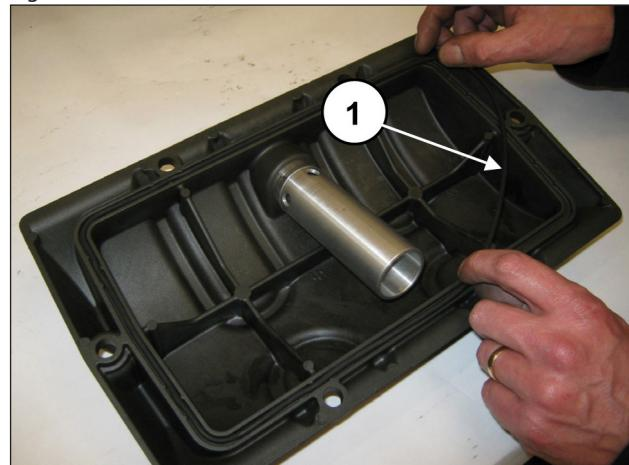
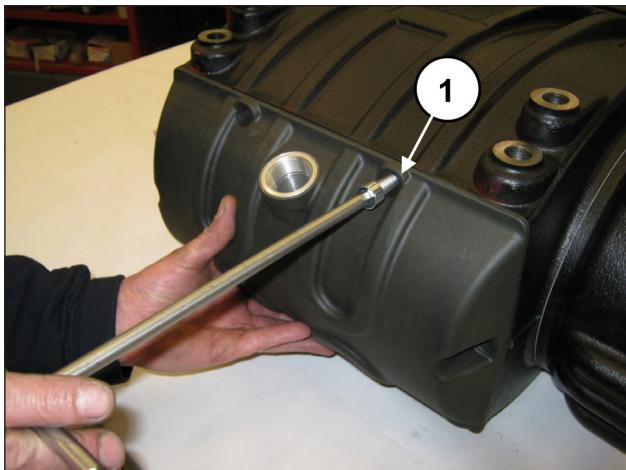

Fig. 72
Fig. 73
Introducir la junta tórica en la tapa trasera (pos. ①, Fig. 72) y montar la tapa en el cárter con los 6 tornillos M10x30 (pos. ①, Fig. 73).